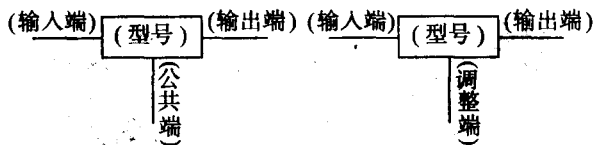

图 1-19
4.5 三端稳压器的图形符号 三端稳压器的图形符号如图 1-19 所示。